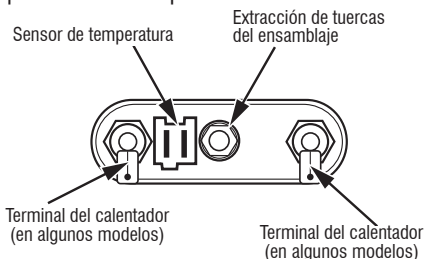

Figura 8: Ensamblaje del sensor de temperatura/calentador
6. Desconecte los conectores de cableado del elemento calentador. Consulte la Figura 8.
6. Desconecte el conector del sensor de temperatura de lavado del elemento calentador. Consulte la Figura 8, página 74.